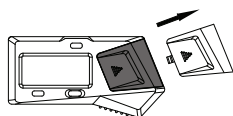

fig. 1
- Rimuovere il coperchio della batteria (fig. 1)